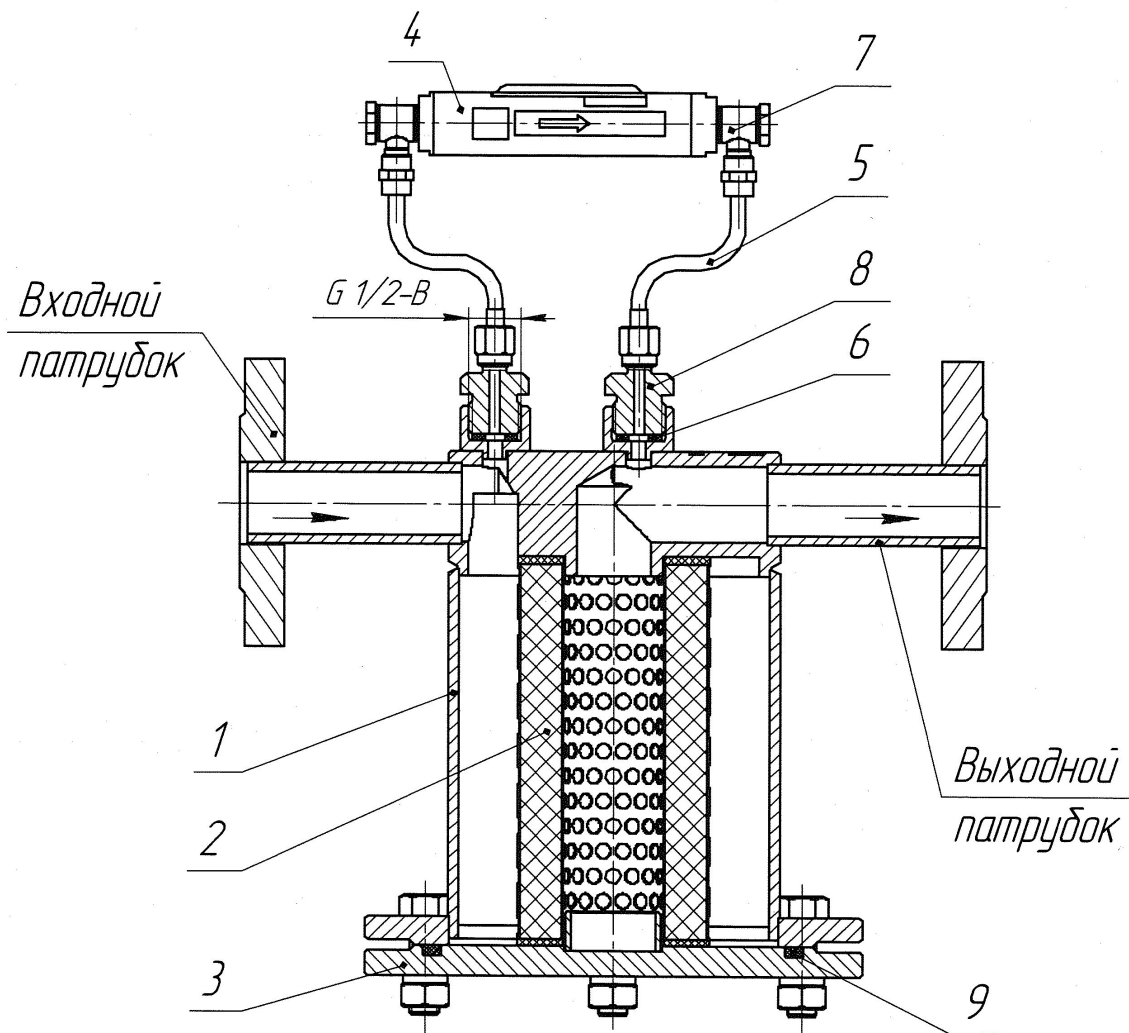

Рисунок 2 - Состав УФ-Г-32
8.1 Устройства фильтрующие УФ-Г-32 (рисунок 2) состоят из корпуса 1, фильтрующего элемента 2, съемной крышки 3, индикатора загрязненности фильтра (ИЗФ) 4, соединительных трубопроводов 5, уплотняющих прокладок 6, фитинга 7 и штуцеров 8 для подсоединения ИЗФ, уплотнительного кольца 9, крепежных деталей.
- снять крышку 3 (рисунок 2);